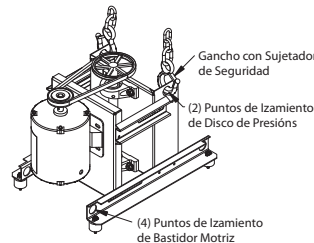

Figura 3 — Orejetas para izar en el Bastidor Motriz
- Use orejetas para izar en el bastidor motriz para levantar y colocar la unidad encima de la base de montaje. Consulte la Figura 3.